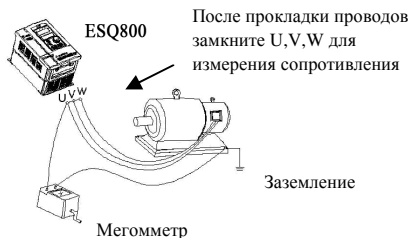

Рис.1-1 Измерение сопротивления двигателя
(1) При работе двигателя с инвертором ESQ800, температура, шум и вибрация слегка повышены в сравнении с источником питания, и это является нормальным явлением.
(2) При необходимости длительной работы с постоянным вращающим моментом на низкой скорости, используйте для работы двигатель с преобразователем частоты. При работе на низкой скорости используйте асинхронный двигатель переменного типа, независимого вентилятора контролируйте температуру двигателя или обеспечьте принудительный отвод тепла с тем, чтобы не допустить возгорания двигателя.
(3) Механическим устройствам требуется смазка, поскольку редуктор, зубчатое колесо и т.д. после работы на низкой скорости в течение длительного времени могут выйти из строя в связи с недостаточностью смазки, пожалуйста, предпринимайте превентивные меры.
(4) Когда двигатель работает с указанной выше частотой, помимо учета вибрации, увеличения шума двигателя, следует также удостовериться в допустимости диапазона скорости подшипника двигателя и механического устройства.
(5) В связи с высокими инертными нагрузками, и при выполнении подъемных операций инвертор может частот выключаться в связи с чрезмерным током или сбоем напряжения; для гарантирования нормальной работы необходимо предусмотреть использование надлежащего тормозного блока (тормозных резисторов)
(6) Следует включать/выключать инвертор через программируемые клеммы или по другим обычным каналам. Запрещается часто вкл/выкл инвертор с помощью электрического переключателя, магнитного контактора, в противном случае возможно повреждение оборудования.
(7) При необходимости установки переключателя, магнитного контактора и т.д. между выводом инвертора и двигателем, запрещается вкл/выкл этими устройствами, в противном случае возможно повреждение инвертора.
(8) В пределах некоего диапазона выходных частот инвертор может попасть в механический резонанс с нагрузкой, имеется возможность установки резонансной частоты.
(9) Перед использованием убедайтесь в том, что напряжение питания находится в диапазоне рабочего напряжения, в противном случае необходимо изменить напряжение источника питания или заказывать специальный инвертор.
(10) На высотах свыше 1000 метров используйте инвертор с пониженной нагрузкой, снизьте выходной ток на 10 % от предписанного значения после каждого очередного увеличения высоты на 100 метров.
(11) Перед использованием двигателя в первый раз или после длительного хранения проверяйте его сопротивление изоляции. Пожалуйста, проверяйте изоляцию с помощью мегомметра, рассчитанного на напряжение 500В в соответствии с методом, представленным на рис. 1-1, и сопротивление изоляции должно быть менее 5 МОм, в противном случае возможно повреждение инвертора.
(12) Запрещается подсоединение емкости для улучшения коэффициента мощности или молниезащитного устройство, в противном случае может произойти аварийное выключение инвертора или повреждение частей, как показано на рисунке 1-2.